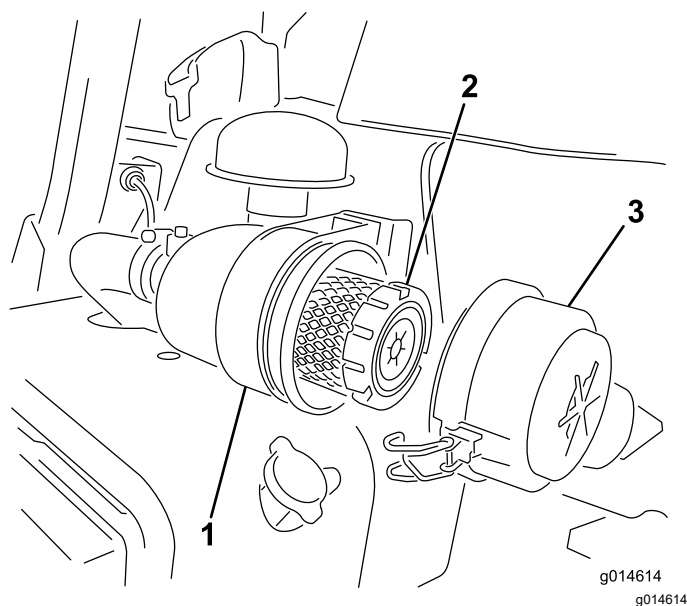

Bild 33
1. Lösen Sie die Riegel, mit denen die Abdeckung des Luftfilters am Luftfiltergehäuse befestigt ist (Bild 33).
7. Befestigen Sie die Laschen (Bild 33).